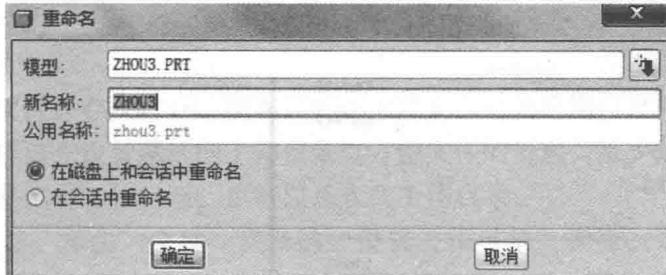

图 1-10 “重命名”对话框
⑤ 重命名。单击“文件”菜单的“重命名”命令，系统弹出如图 1-10 所示的“重命名”对话框。